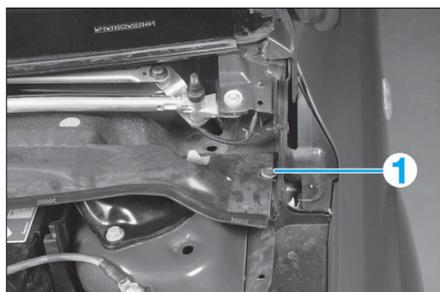

FIG. 23
- la vis (1) (Fig.23) (des 2 côtés).